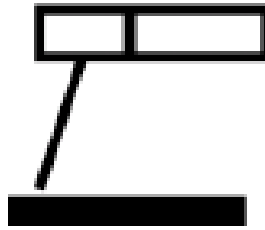
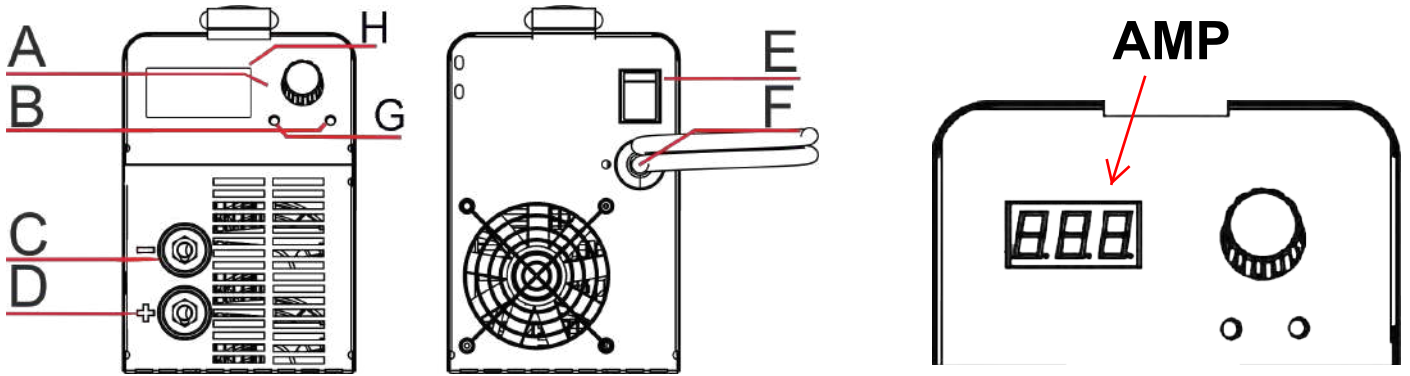

Fig. B-1
Fig. B-2
DESCRIEREA MAȘINII (FIG. B-1)
- Conectați mufele cleștelui de masă și a cleștelui port-electrod, la conectorii rapizi ai aparatului (fig B-1, C și D) rotindu-l apoi pentru a asigura un contact ferm. Alegeți polaritatea Fig.B-2 (1. directă sau 2. inversă) în funcție de tipul electrozilor (pentru mai multe informații consultați informațiile de pe ambalajele electrozilor)
- Introduceți ștecherul în priză și porniți aparatul de sudură prin apăsarea comutatorului (figura B-1, E) în poziția ON (pornit).
- Selectați curentul de sudură (fig B-1 A), în funcție de tipul de B-electrod selectat (Tab. 1).